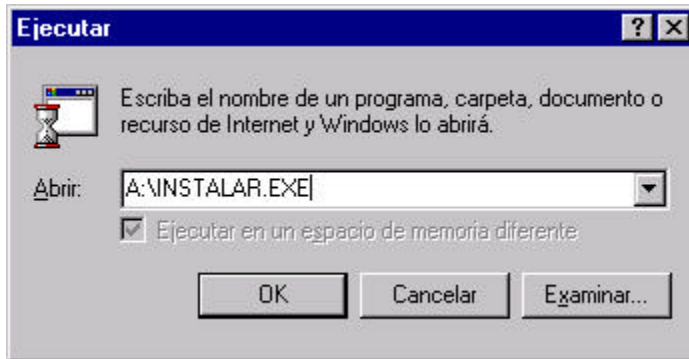

Figura 3.4. Ventana para ejecutar programas bajo Windows.
3. Se desplegará la ventana de la figura 3.4, en la cual puede ingresar directamente la ruta de acceso al programa que queremos ejecutar (en el ejemplo es **A:\INSTALAR.EXE**). También puede presionar el botón **Examinar (Browse)**, en inglés) para buscar dicho archivo.